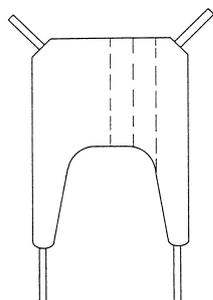

Abb. 4
- Den Gurt längs bis zur Hälfte einrollen (**Abb. 4 und 5**).